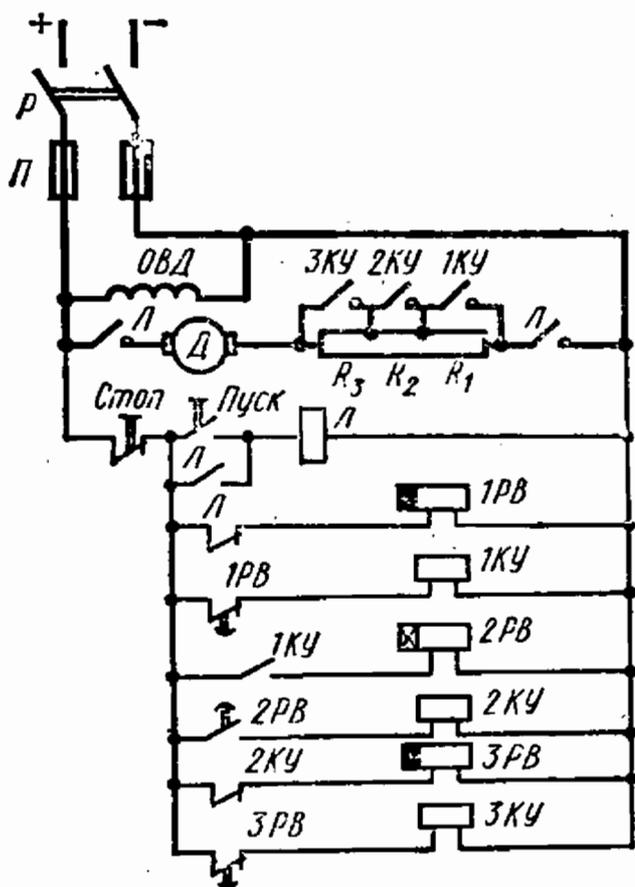

Рис. 17.17
17.17. На рис. 17.17 изображена принципиальная схема управления пуском двигателя постоянного тока с параллельным возбуждением в функции времени. Обозначения на схеме: \mathcal{L} — намагничивающая катушка, главные и блокировочные контакты линейного контактора; 1КУ , 2КУ , 3КУ — намагничивающие катушки, главные и блокировочные контакты контакторов ускорения; 1РВ , 2РВ , 3РВ — намагничивающие катушки и замыкающие контакты реле времени.